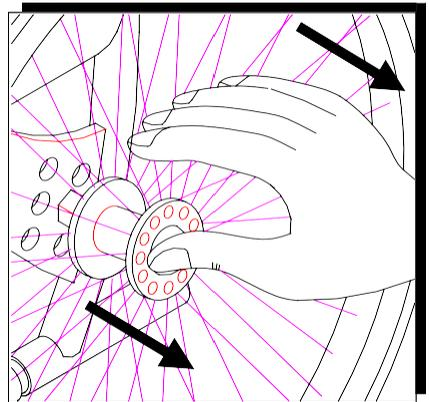

Abb. 2
- ziehen Sie das Rad im Ganzen heraus (Abb. 2).